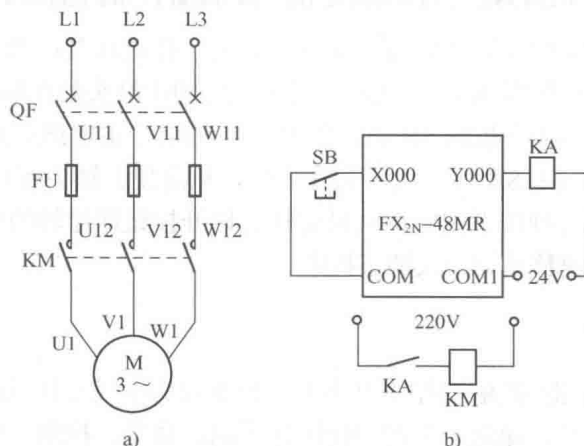

图 1-3 三相异步电动机点动运行 PLC 控制的 I/O 接线图
② 硬件接线图。三相异步电动机点动运行 PLC 控制的 I/O 接线图如图 1-3 所示。